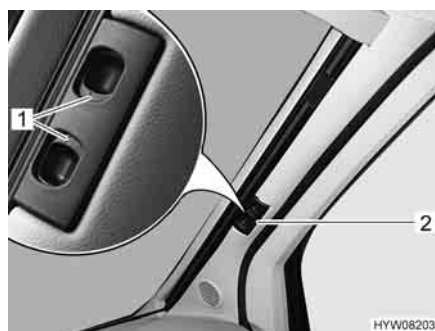
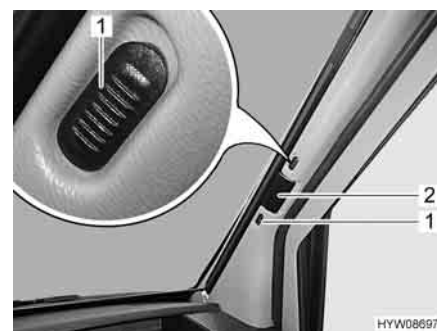

Fig. 28 Tendine oscuranti pieghevoli per il parabrezza (Fiat)
Fig. 29 Tendine oscuranti pieghevoli per il parabrezza (Mercedes-Benz)
- Chiusura:* ■ Premere e tenere premute le levette di bloccaggio (Fig. 28,1) o spostare verso l'alto o il basso i bottoni di bloccaggio (Fig. 29,1) (punto rosso = aperto).
■ Tirare la tendina oscurante pieghevole del parabrezza per la maniglia (Fig. 28,2 o Fig. 29,2) verso il centro della finestra.
- Apertura:* ■ A seconda del tipo di tendina oscurante, premere e tenere premute le levette di bloccaggio (Fig. 29,1).
■ Tirare verso l'esterno le due metà della tendina oscurante pieghevole del parabrezza per la maniglia (Fig. 28,2 o Fig. 29,2) fino all'arresto.
■ Rilasciare le levette di bloccaggio (Fig. 28,1) e farle innestare, oppure spostare verso l'alto o il basso i bottoni di bloccaggio (Fig. 29,1) (nessun punto rosso = bloccato).